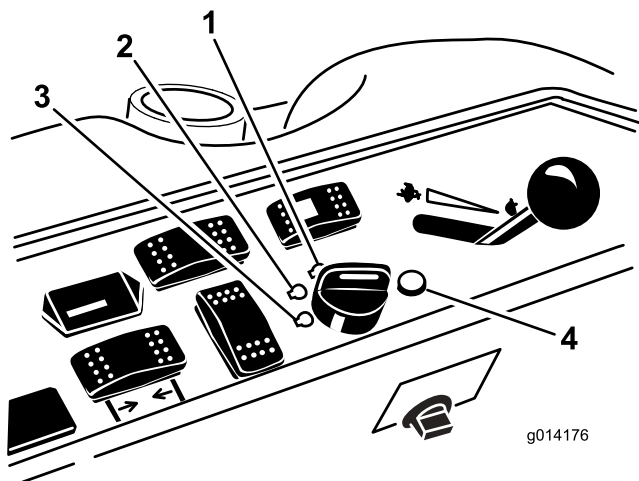

Figura 20
- Girate la chiave di accensione in senso orario, in posizione di FUNZIONAMENTO (Figura 20).
- Girate la chiave di accensione in posizione di SPEGNIMENTO (Figura 20). Attendete che tutte le parti in movimento si siano fermate, prima di lasciare il posto di guida.